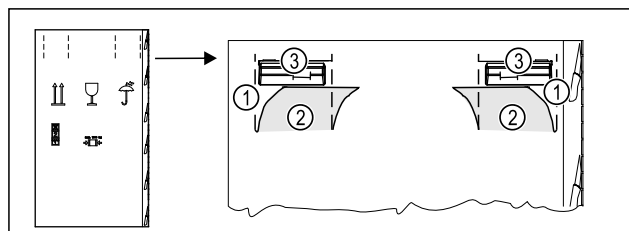

Fig. 5
- ▶ Tryck in förpackningskartongen ovan vid perforeringen Fig. 5 (1).
- ▶ Dra ut intryckta flikar Fig. 5 (2).
- ▶ Bärhandtag Fig. 5 (3) till höger och vänster syns.
- ▶ Håll skåpet i bärhandtagen Fig. 5 (3).